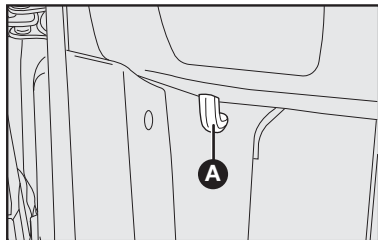

fig. 97
1) puxar a alavanca **A-fig. 97**.